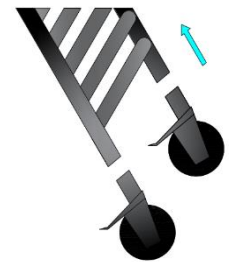

Figura 1
- 1) Monte las ruedas en los marcos de estructura (Figura 1)